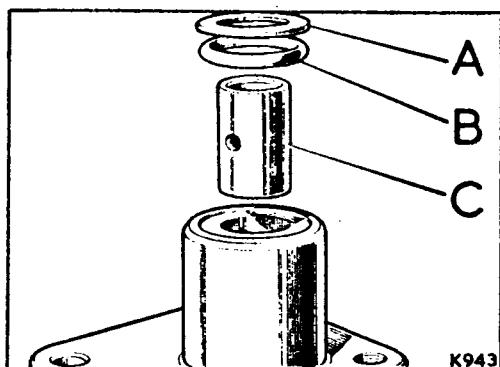

Fig. G1-51.- Casquillo y retén del eje de brazo de mando
1.9.- Si fuese preciso se quitará la arandela, A (Fig. G1-51) y retén de aceite, B, y a presión, se extraerán el casquillo, C, de la caja.
3.2.- Montar a presión el casquillo del eje sinfin en la caja de engranajes e instalar el retén de aceite y la arandela (Fig. G1-51).